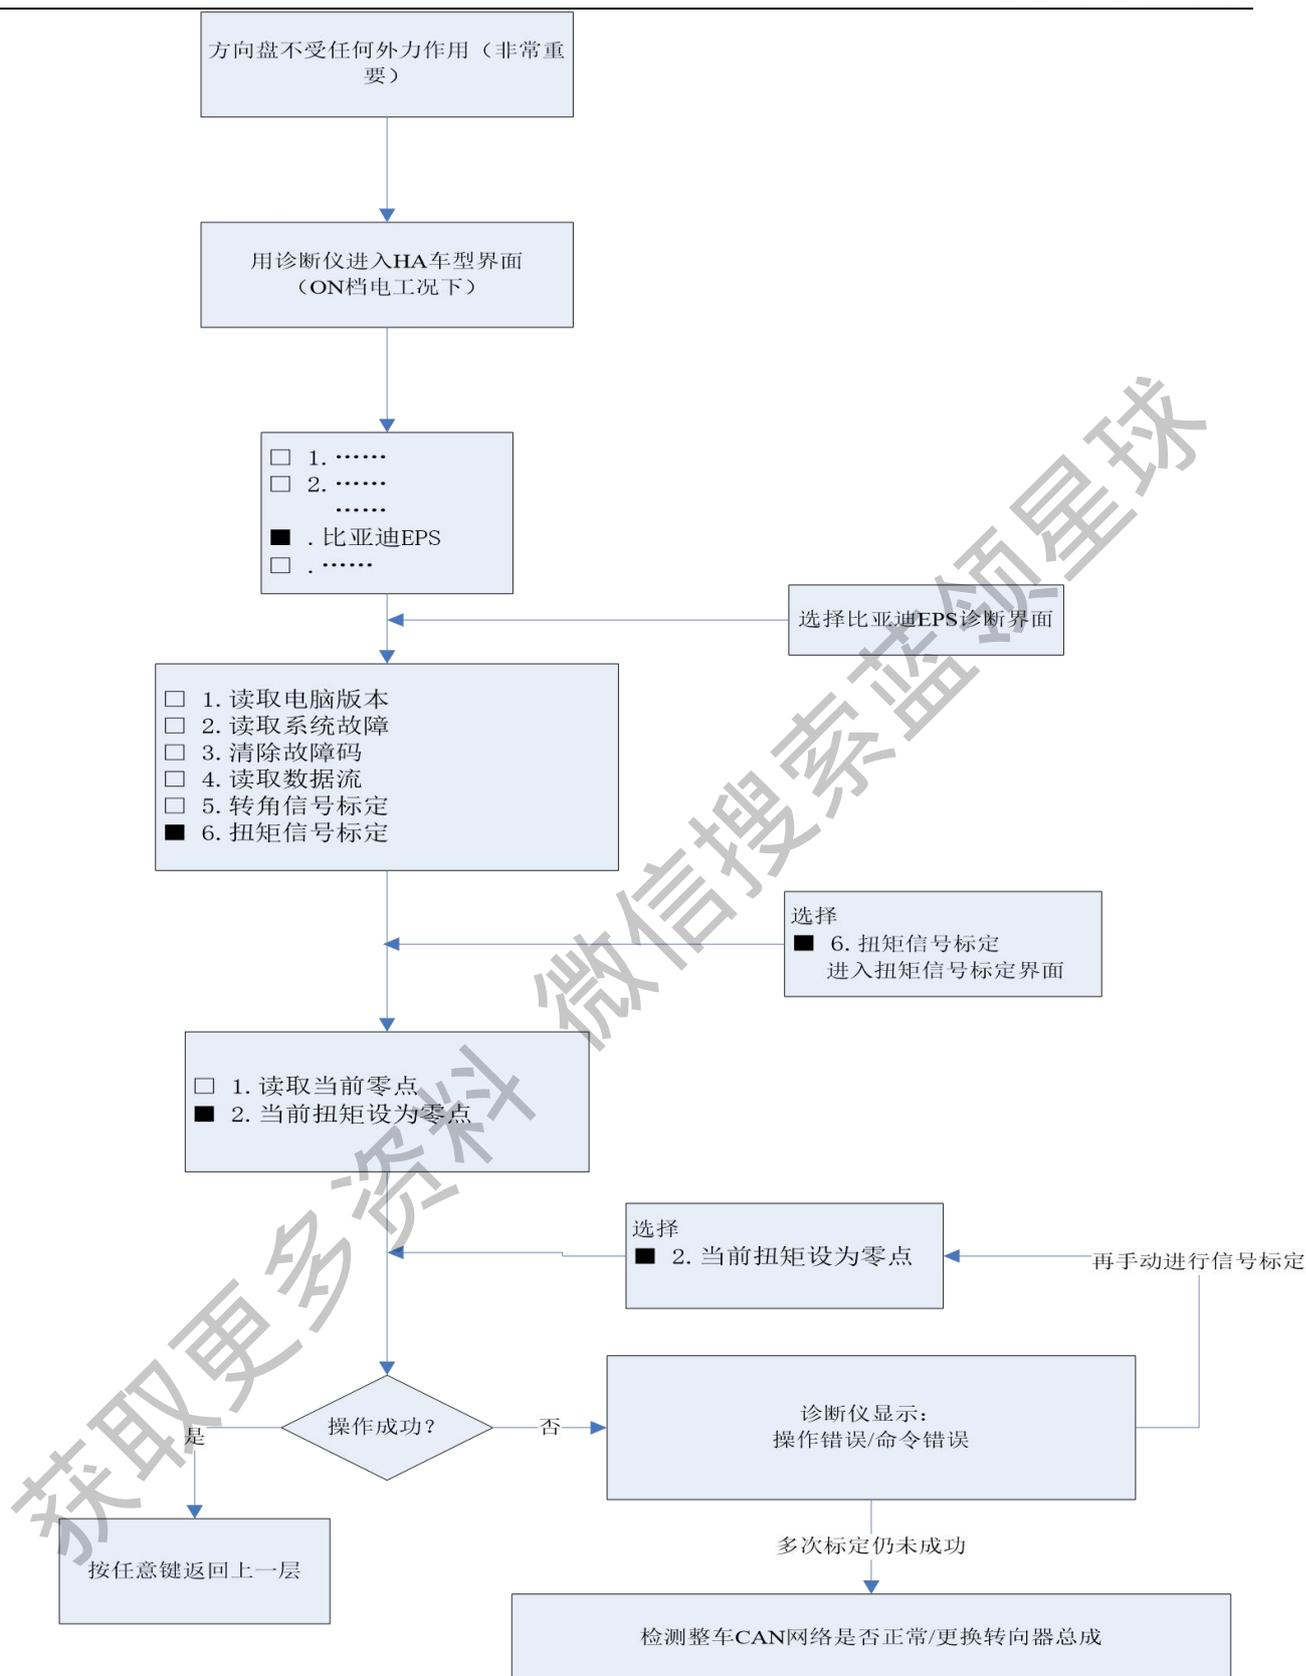

图3-2、扭矩信号标定流程
(2) 本车电动助力转向系统带有主动回正控制功能及遥控驾驶功能，转向系统（齿轮齿条式电动助力转向器总成等）经过拆换后，需重新进行车辆四轮定位，并标定扭矩信号和转角信号。标定扭矩、转角以后，车辆重新上ON档电源清除残留故障码（标定流程如图3-2、3-3、3-4所示）。